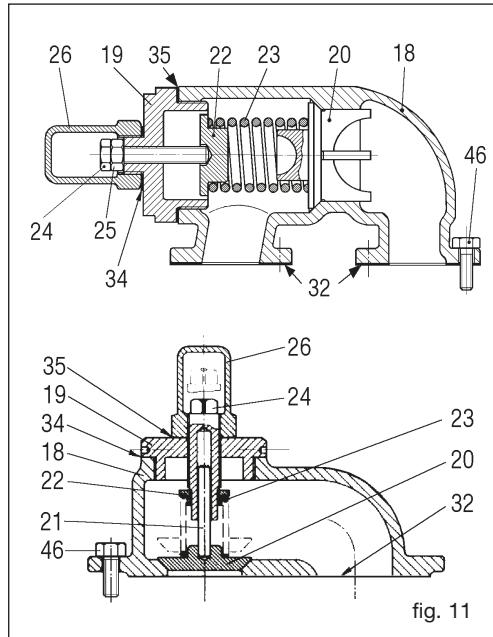

fig. 11
#### 10.5 Regolazione della valvola di sicurezza (by-pass) (fig.11).
- Svitare i bulloni (43). Agire sui due fori filettati ove esistono per facilitare l'estrazione del coperchio.
- Nel rimuovere il coperchio evitare di danneggiare la guarnizione (31). Qualora ciò accadesse, sostituirla. Non utilizzare guarnizioni danneggiate o di spessore diverso dall'originale.
- Disimpegnare con cautela il gruppo coperchio-ruota oziosa (04-03) dal corpo della pompa (01).
**Attenzione:** rimosso il coperchio, la ruota oziosa può scivolare liberamente dal perno (06), se non trattenuta. Ciò può essere causa di infortunio.
- Se la pompa è dotata di valvola di sicurezza montata sul coperchio (fig 11), non è necessario rimuoverla. Se anche la valvola necessita di manutenzione, svitare i bulloni (46) e rimuoverla, avendo cura di non danneggiare la/e guarnizione/i (32). Se ciò accadesse, sostituire.